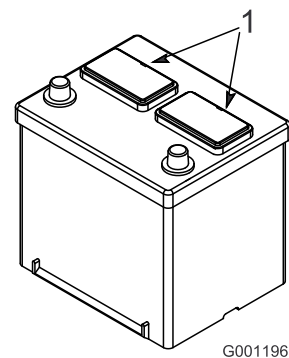

Figura 9
2. Pulite la parte superiore della batteria e togliete i tappi di sfogo (Figura 9).